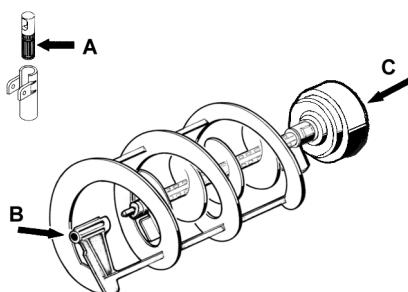

figura 11
- 2** Lubrificare il pistone rubinetto, il raschiatore interno e quello esterno (nei punti A, B e C indicati in figura 11) utilizzando esclusivamente il grasso fornito dal fabbricante o altro **grasso per uso alimentare**.